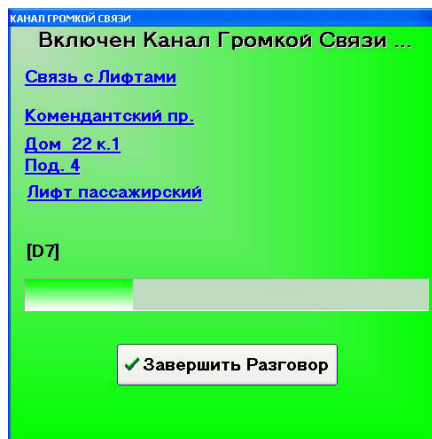

Рис.11. Панель КАНАЛ ГРОМКОЙ СВЯЗИ
- Для включения разговора надо нажать кнопку «Включить разговор» и дождаться появления на экране панели КАНАЛ ГРОМКОЙ СВЯЗИ, изображенной на рис.11.